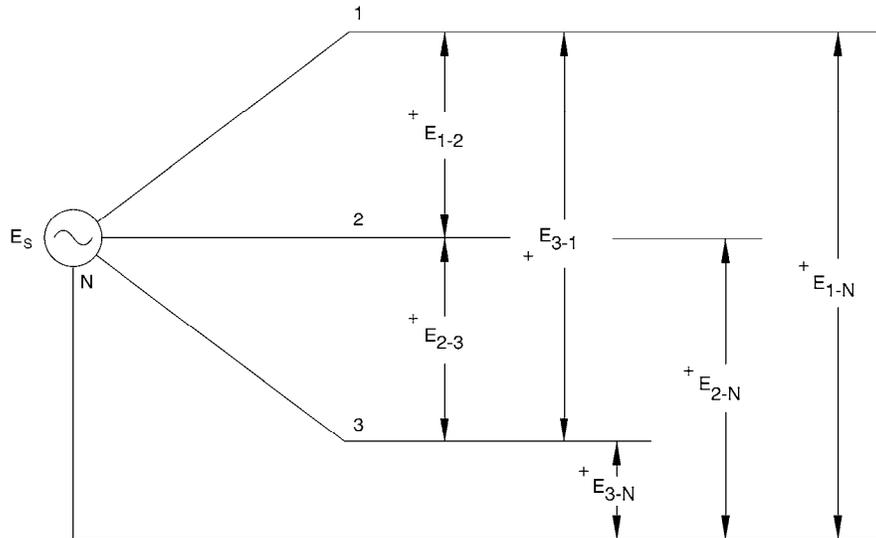

Figura 6-5. Medición de las tensiones de línea y de fase.
- Conecte las entradas medidoras E1, E2 y E3 para medir las tensiones fijas de línea a neutro y luego de línea a línea de la Fuente de alimentación de la figura 6-5.